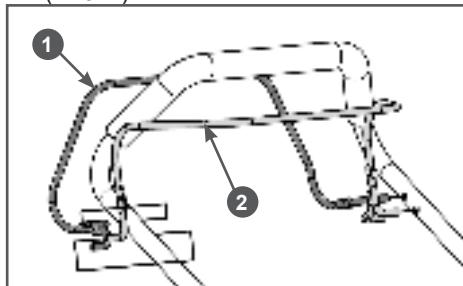

Рис. 4 Установка рычагов на рабочую рукоятку
- Вставьте рычаги включения привода хода (чёрного цвета) и остановки двигателя (жёлтого цвета) в соответствующие отверстия на рабочей рукоятке (Рис. 4).